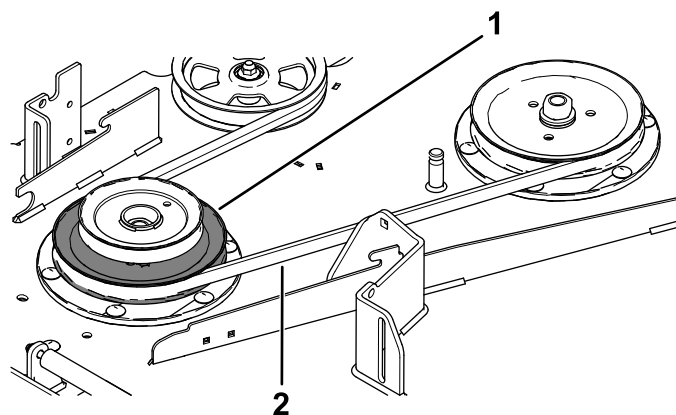

Figura 21
- Montate la cinghia del tosaerba attorno alla puleggia inferiore della doppia puleggia (Figura 21).